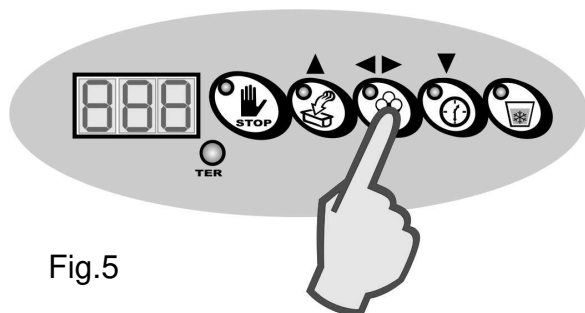

Fig.5
- In seguito premere il tasto Conferma per avviare il ciclo di mantecazione (fig. 5).